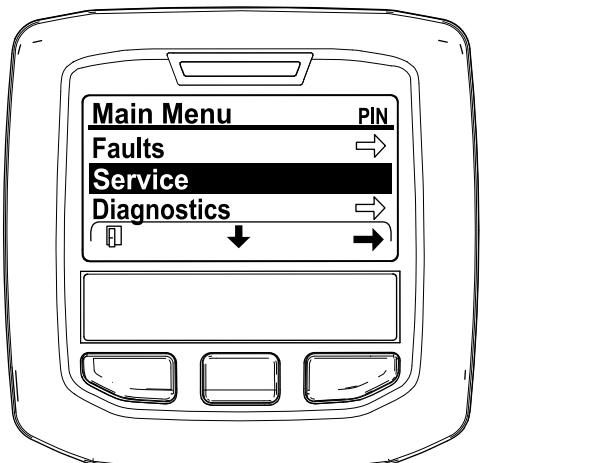

Figura 45
2. Vá até ao MENU PRINCIPAL, prima o botão central para ir até ao MENU DE MANUTENÇÃO e prima o botão direito para selecionar a opção de MANUTENÇÃO (Figura 45).